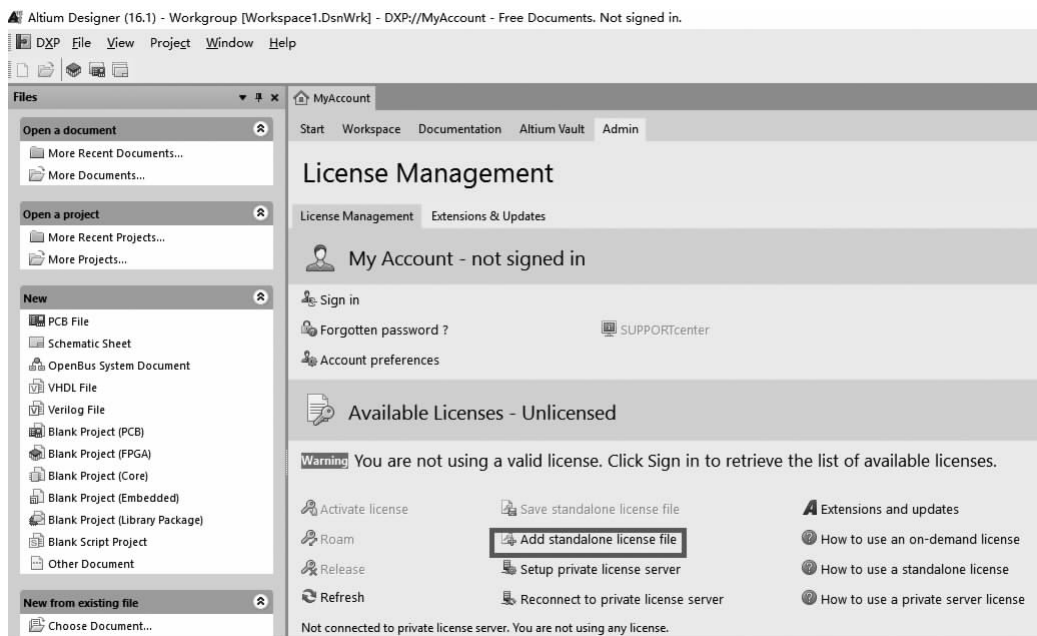

图 1-11 选择添加独立许可证文件
(3)在如图 1-11 所示对话框的“License Management”(许可证管理)栏,选择“Add standalone license file”(添加独立许可证文件)。